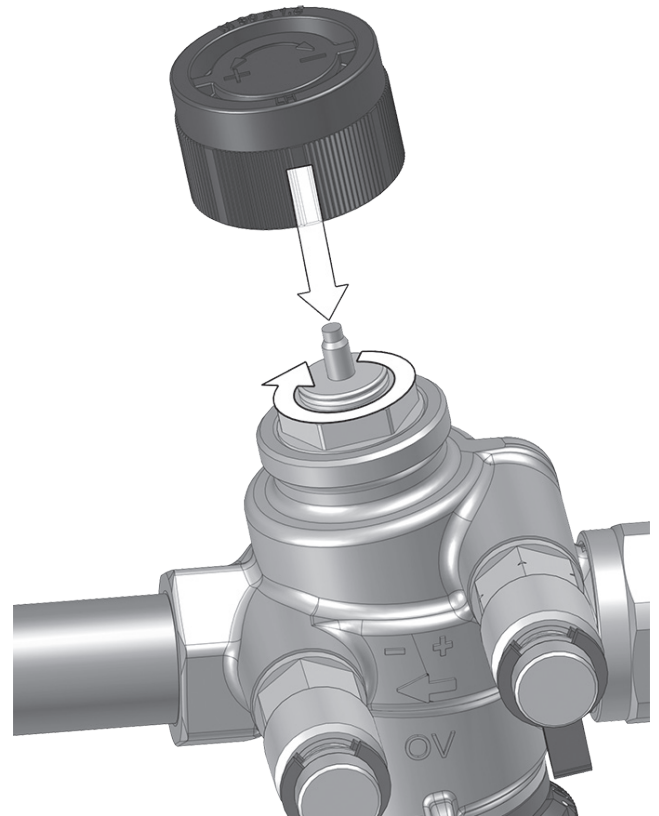

Abb. 8: Absperren
- 1 Sperren Sie das Ventil z.B. mit der Bauschutzkappe ab (siehe Abb. 8).
Schrauben Sie die mitgelieferte Bauschutzkappe auf den M30 x 1,5-Gewindeanschluss auf (siehe Abb. 8).